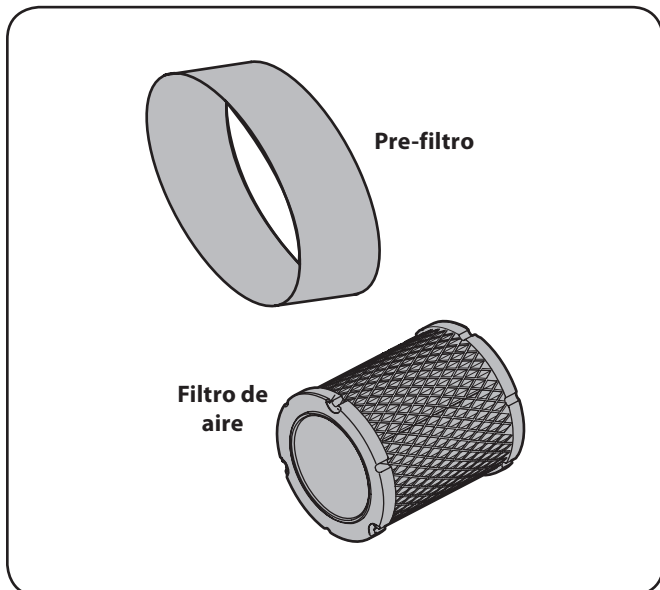

Figura 6-6
4. Quitar la espuma pre-filtro de aire de todo el papel de filtro. Vea la Figura 6-6. Sustituya el elemento de papel cuando sucio o dañado. Limpia el elemento de espuma o sustituya cuando dañado.